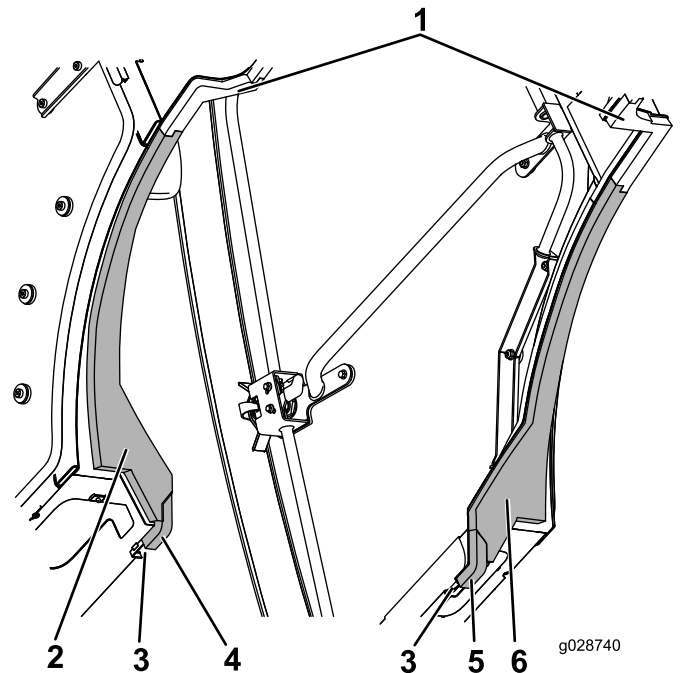

図 60
4. 左タンク用と右タンク用のウレタンの一番内側のエッジを、左中と右中のウレタンに合わせてタブをインタロックする 図 60。
5. 左横用と右横用のウレタンの前側のエッジを、チャンネルに押し付け、これらのウレタンの角張っている後エッジをタンク用ウレタンに接続する 図 60。